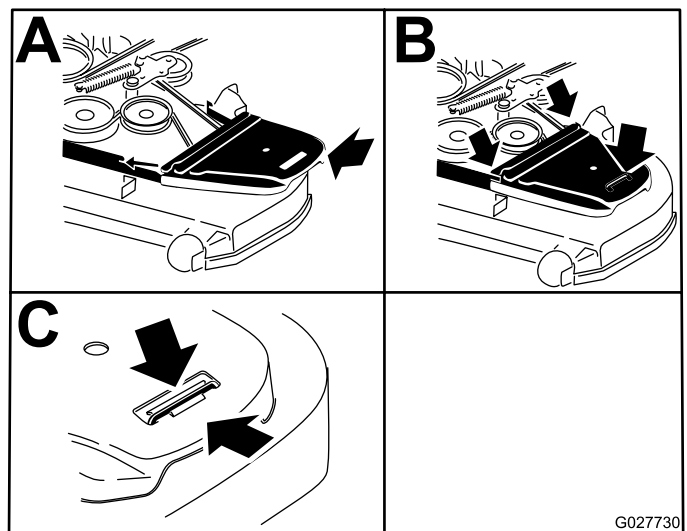

Figura 84
13. Instale las cubiertas de la correa (Figura 84).